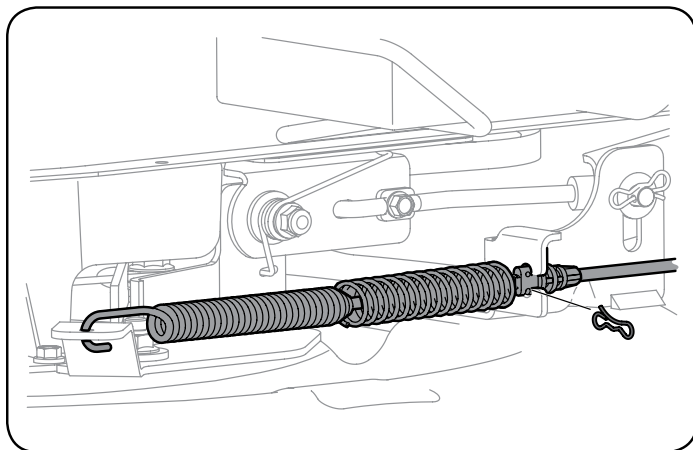

Figura 36
8. Extraiga con cuidado el cable de la PTO de la parte posterior de la plataforma de corte retirando el pasador de chaveta con unión curva que lo sujeta. Retire el resorte del soporte de p Polea loca de la plataforma. Vea la Figura 36.